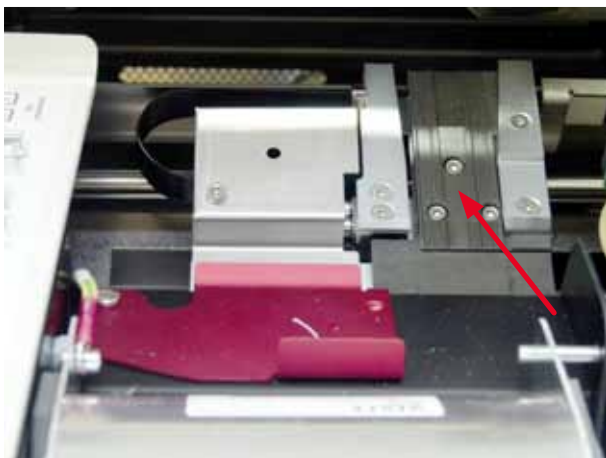

Fig. 49
- Transportstation (→ "Fig. 49")
- Stäng luckan efter rengöring och innan instrumentet används (→ "Fig. 49").